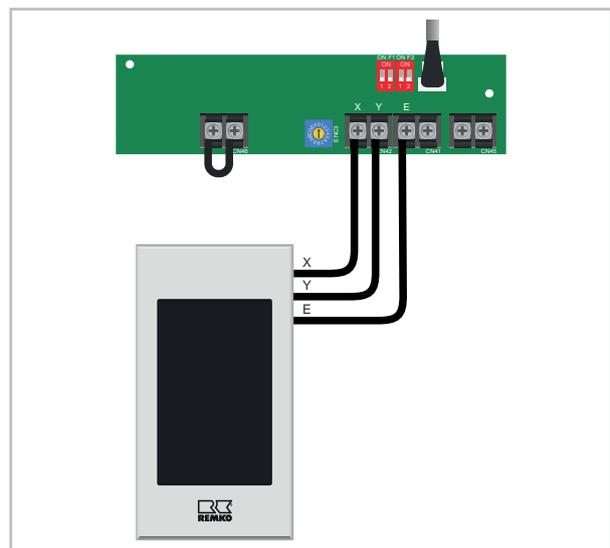

Abb. 37: Anschluss SC-1 (Smart-Com)
5. Klemmen Sie die verlegten Verbindungskabel an den entsprechenden Schraubklemmen auf der Multifunktionsplatine (siehe Abb. 37) an.